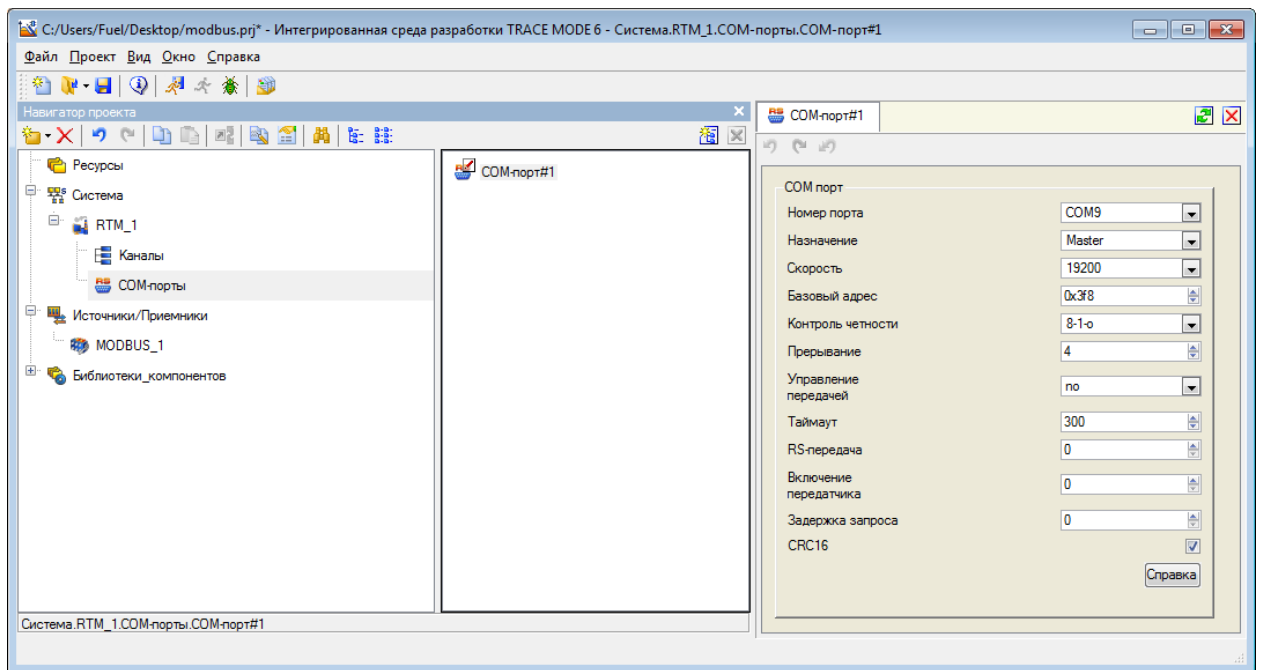

Рис. 10
- 3) В узле «RTM\_1» создаем группу COM-порты. Созданный COM-порт открываем на редактирование и настраиваем (рис.10). Номер порта присваиваем COM9, скорость 19200 бит/с, контроль четности 8-1-о. Галочка CRC должна быть включена. Все остальные настройки остаются без изменений.